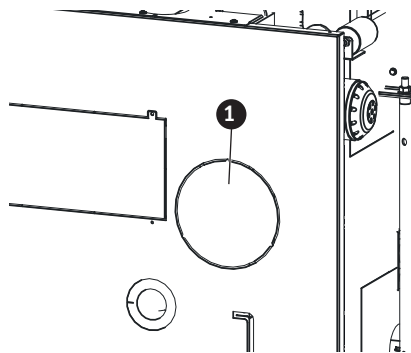

Fig. 23 Staccare la prepunzonatura
- ▶ Staccare la prepunzonatura sulla parete posteriore – Fig. 23.